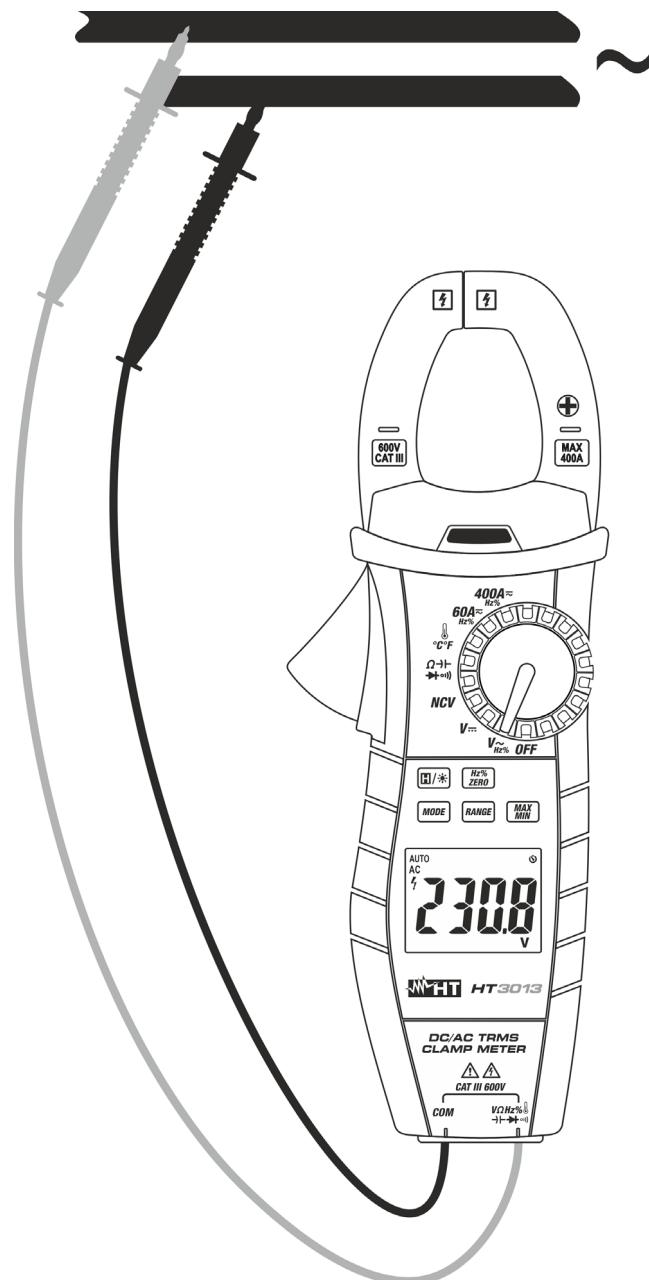

Fig. 5: Utilização da pinça na medição de Tensões CA
3. Colocar as ponteiras nos pontos pretendidos do circuito em exame (ver Fig. 5). O valor da tensão é mostrado no display.